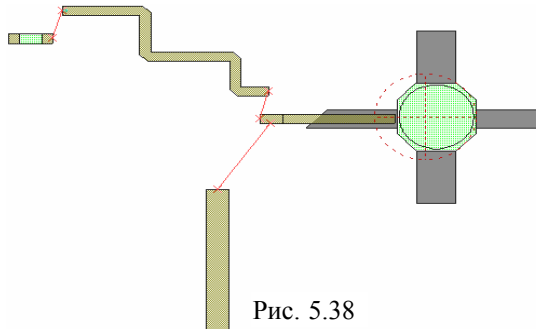

Рис. 5.38
- Повторите п. 3 для элементов **MTRACE2** и конденсатора **chip cap**, как показано на рис. 5.38. Красные линии показывают, что грани этих элементов не соединены.